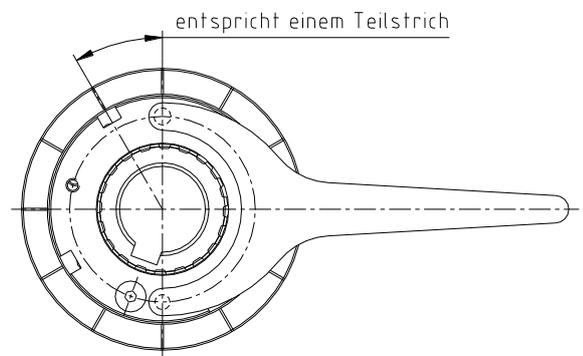

Bild 14: Drehmomenteinstellung - KTR-SI Gr. 0 bis 5
- Den Stirnlochlüssel (siehe Tabelle 8) in die vorgesehenen Bohrungen der Einstellmutter einsetzen (siehe Bild 14).